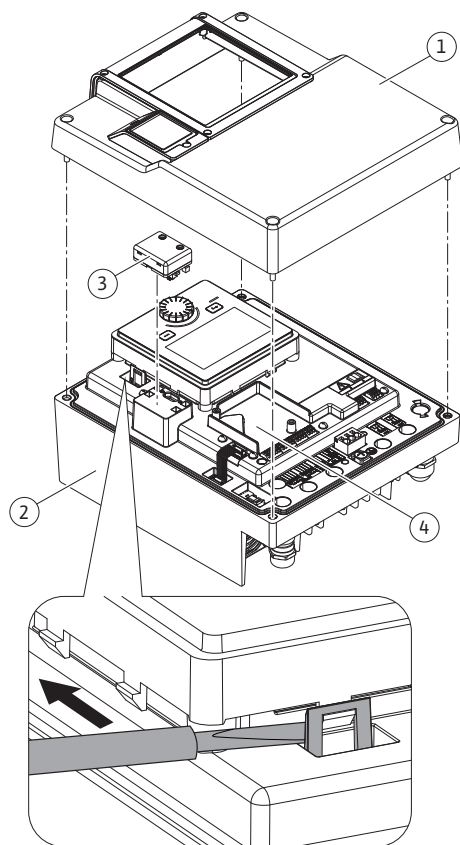
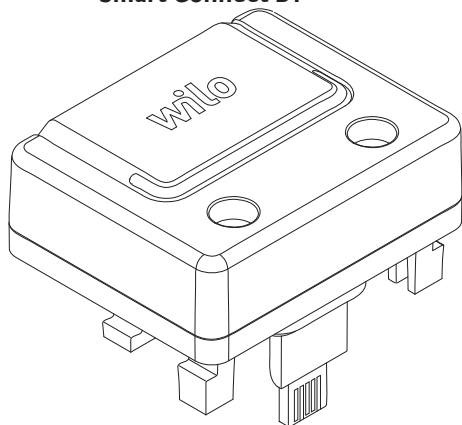

Fig. 25: Modul electronic
Fig. 26: Modul Wilo-Smart Connect BT
1. Deschideți cu grijă cârligul de fixare (Fig. 25) cu o sculă (de ex. șurubelniță).
Interfața Bluetooth a modulului Wilo-Smart Connect BT (Fig. 25, poz. 3 și Fig. 26) servește la conectarea la dispozitive mobile, precum telefoane smartphone și tablete. Funcția Wilo-Smart Connect se află în aplicația Wilo-Assistant. Cu funcția Wilo-Smart Connect, pompa poate fi operată și reglată, iar datele pompei pot fi citite. Pentru setări, a se vedea capitolul „Punerea în funcțiune” [► 47].
1. Slăbiți cele patru șuruburi de pe partea superioară a modulului electronic (Fig. 25, Poz. 1; Fig. 1, Poz. 2).
3. Conectați modulul Wilo-Smart Connect BT la interfața prevăzută Wilo-Connectivity Interface. A se vedea Fig. 25, poz. 3.
Modulele CIF (accesorii) servesc la comunicarea dintre pompe și sistemul de management al clădirii. Modulele CIF sunt conectate la modulul electronic (Fig. 25, Poz. 4)